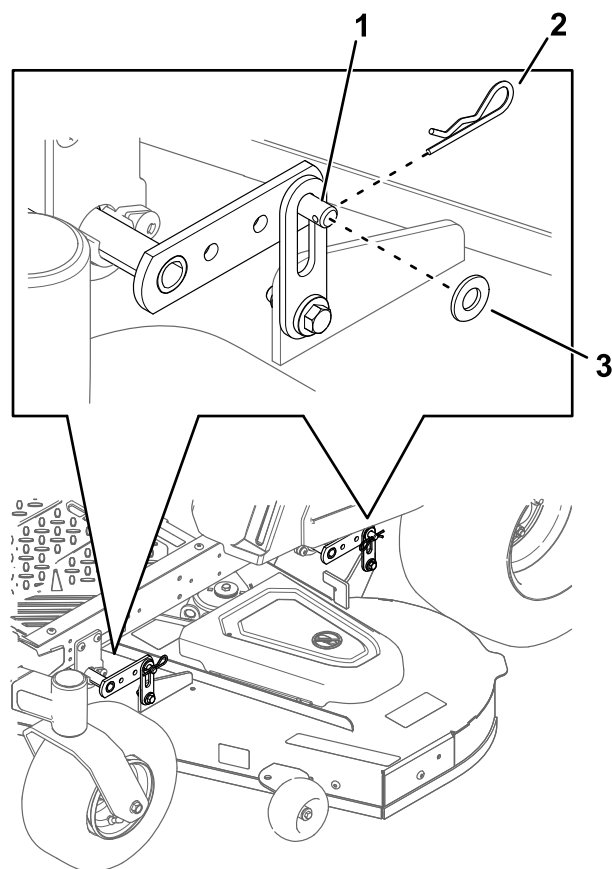

Figure 61
5. Aux 4 coins du tablier, retirez la goupille fendue et la rondelle de l'axe (Figure 61).
6. Soulevez l'arrière du tablier de coupe et fixez les pattes de support du tablier arrière aux axes du tablier (Figure 61).
7. Fixez les pattes de support avant du tablier aux axes avant (Figure 61).
8. Sécurisez les axes du tablier avec les goupilles fendues et les rondelles retirées précédemment (Figure 61).